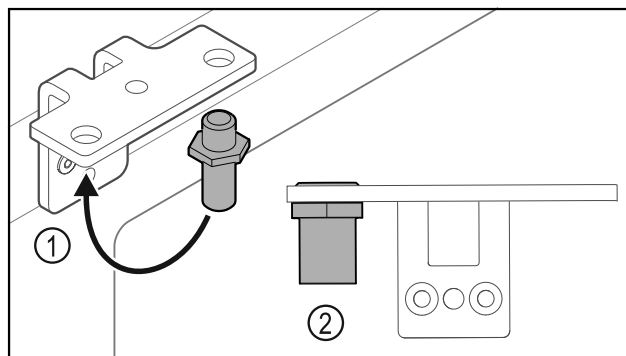

Fig. 22
- Mettre l'axe Fig. 22 (1) dans l'autre trou de l'équerre de charnière.
- Serrer l'axe Fig. 22 (2) au **couple de 12 Nm (9 ft-lb)**.